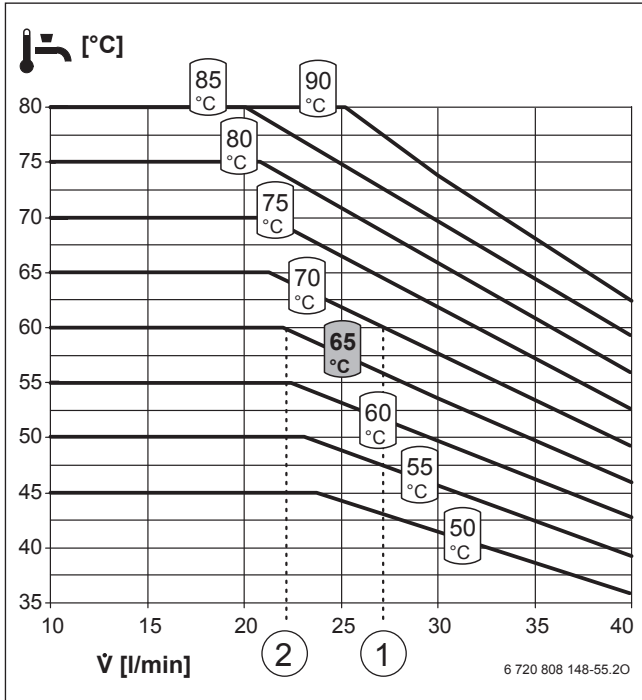
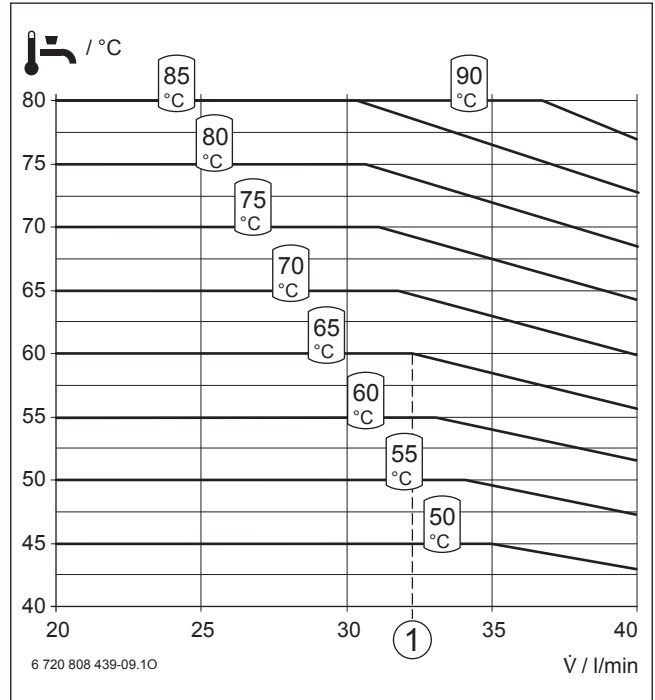

Bild 29 Temperaturverhalten FS27/3 (N)
Bild 31 Temperaturverhalten FS40/3 (N)
- Bei 70 °C Vorlauftemperatur kann die Frischwasserstation Logalux FS27/3 eingesetzt werden (→ Bild 29, [1]).
- Bei 65 °C Vorlauftemperatur wird mit der Logalux FS27/3 nur eine Zapfleistung von ca. 22 l/min erreicht (→ Bild 29, [2]). Es muss deshalb eine Frischwasserstation Logalux FS40/3 eingesetzt werden. Damit wird eine Spitzenzapfleistung von ca. 32 l/min erreicht (→ Bild 31, [1]).